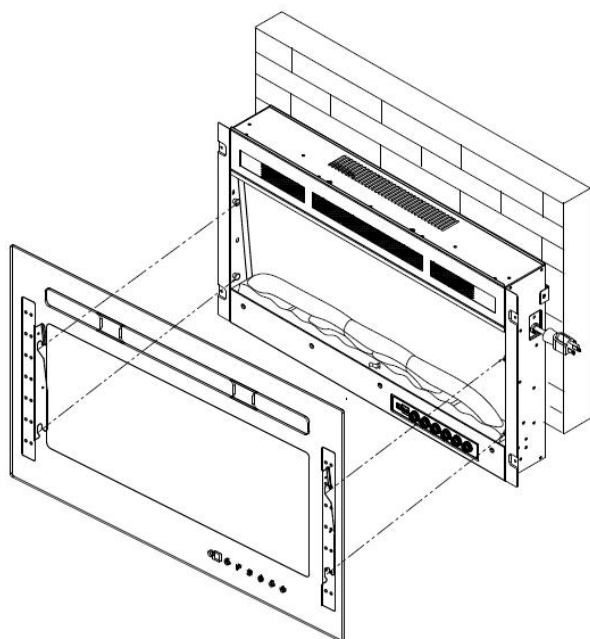

Fig.7
P. Placez le panneau frontal pour verrouiller l'appareil.Fig.7